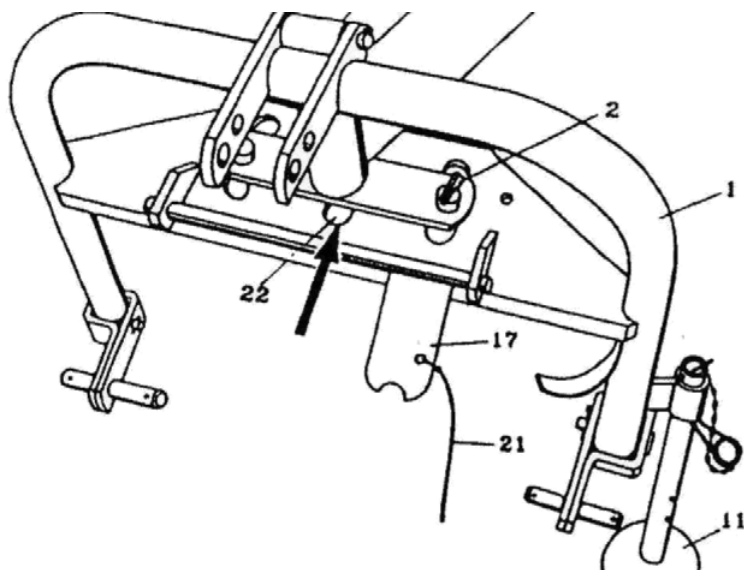

Fig. 6 - Ontgrendel de scharnierverbinding tussen driepuntsframe en tussenframe
- Laat de combihark zakken, rijd de tractor iets naar rechts en ontgrendel de scharnierverbinding tussen het driepuntsframe en het tussenframe (Fig. 6).